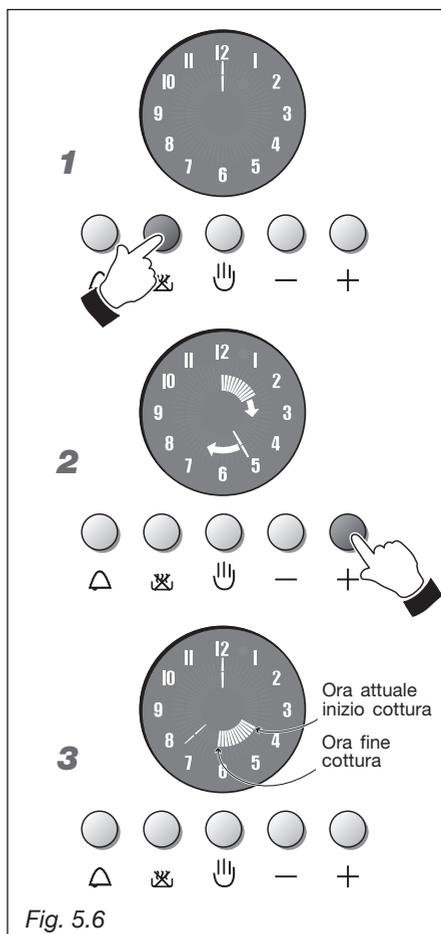

Fig. 5.6
COTTURA SEMIAUTOMATICA (fig. 5.6)
1. Fig. 5.6 - Per impostare il tempo di cottura (max 6 ore) premere il pulsante (🕒), si spengono le lancette dell'orologio e si accende una lancetta sul 12.
2. Fig. 5.6 - Entro 7 secondi premere il pulsante (+) ed una lancetta luminosa (come quella dei minuti e dei secondi) viene attivata. Ogni segmento di incremento indica un minuto. Inoltre ogni incremento di 12 minuti accende un segmento interno (5 segmenti equivalgono ad un'ora). Se si è superato il tempo desiderato premere il pulsante (-) fino a regolazione avvenuta.
3. Fig. 5.6 - Dopo 7 secondi i segmenti interni accesi si andranno a posizionare sull'ora attuale indicando il periodo di cottura programmata.